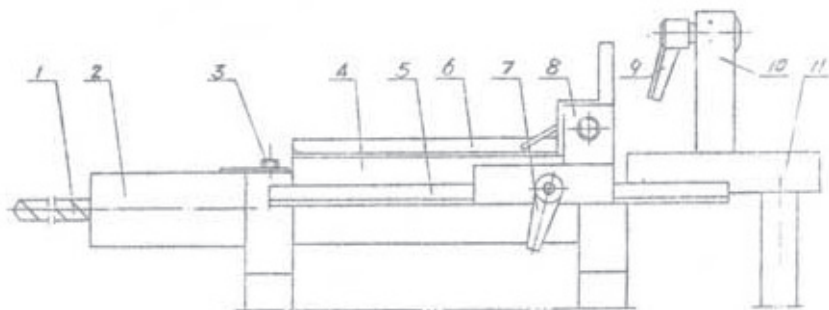

Fig. 13
- Montați carcasa arborelui și strângeți cu ajutorul șurubului 3. (M 8×12, fig. 13)